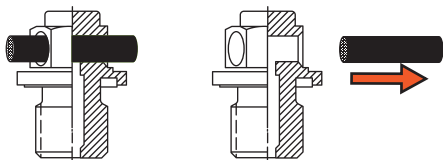

Fig 5.1
4.1 Debe instalar los cables de seguridad como se muestra en la fig. 5.1 ajustando con los candados para cables de seguridad.